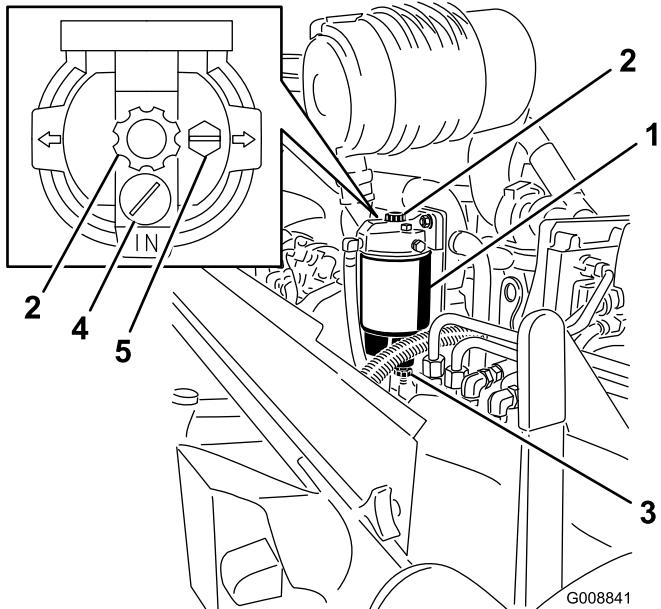

Figura 62
1. Coloque un recipiente limpio debajo del separador de agua (Figura 62).
2. Abra el tapón de vaciado y accione la bomba para expulsar los contaminantes (Figura 62).
2. Drene parte del combustible aflojando el tapón de ventilación y abriendo el tapón de vaciado (Figura 62).